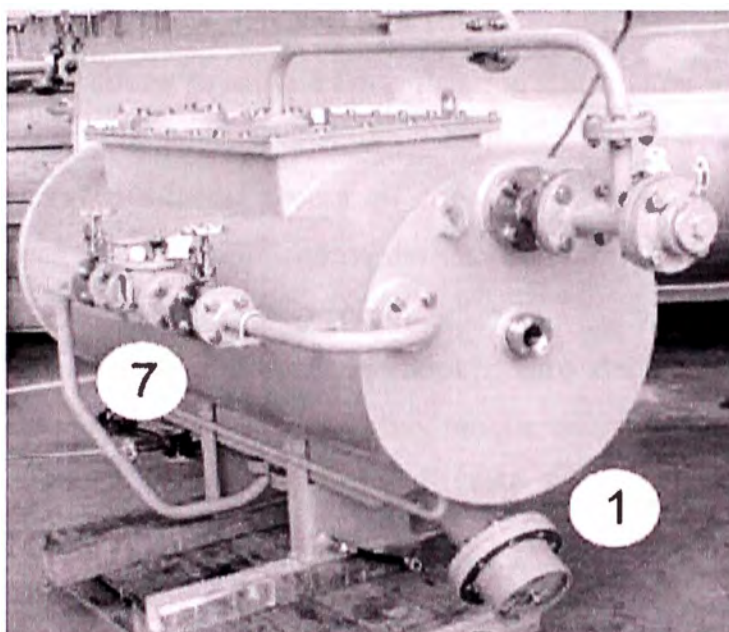

Figura 2.9 Accesorios tanque de expansión
a) Nivel magnético de aceite: Permite conocer el nivel de aceite dentro de la cuba del transformador ó en el tanque de expansión del mismo. Consta de una carátula exterior con un flotador interno adosado a la aguja indicadora del nivel del aceite. Se suministra normalmente con un contacto de alarma. Ver figura 2.9 y 2.10, indicado con
- g) Relé Buchholz:** Acumula los gases generados dentro del aceite y actúa cuando el volumen llega a un nivel peligroso. Aplica si hay tanque de expansión. Internamente tiene 2 flotadores que accionan sendos contactos. El relé permite acumular cualquier gas generado dentro del transformador (p. ej. combustión del aceite, etc.) y según se llene de gas, descenden los flotadores, dando señales primero de alarma y luego de disparo. Ver figura 2.9 indicado con 7.
- l) **Placas o tornillos de puesta a tierra:** Permiten aterrizar al transformador. Ver figura 2.9 indicado con 12.
- m) **Apoyo de gato hidráulico:** Apto para ubicar los gatos para pilotaje del equipo. Ver figura 2.9 indicado con 13.